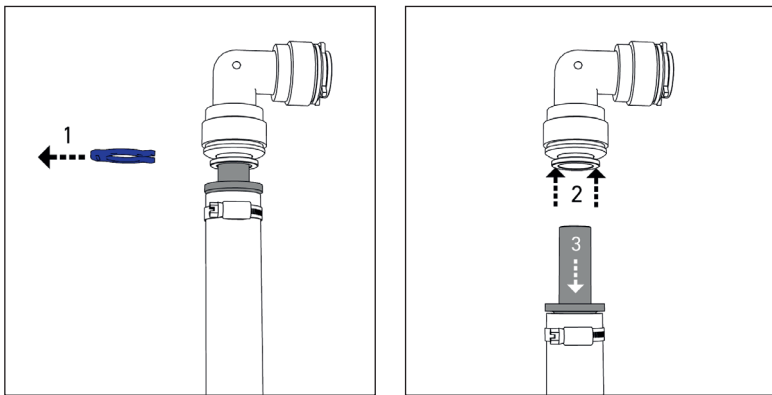

Abbildung 25
- Entfernen Sie die Wasserleitungen von den Wasseranschlüssen der UV-Einheit (*Abbildung 25*). Entfernen Sie zuerst den Sicherungs-Ring (1). Das Halteelement mit den Fingern oder unter Zuhilfenahme einer Lösehilfe (z.B. Sicherungs-Ring) zurückdrücken und festhalten (2). Das eingesteckte Rohr/Schlauch kann nun entfernt werden (3).